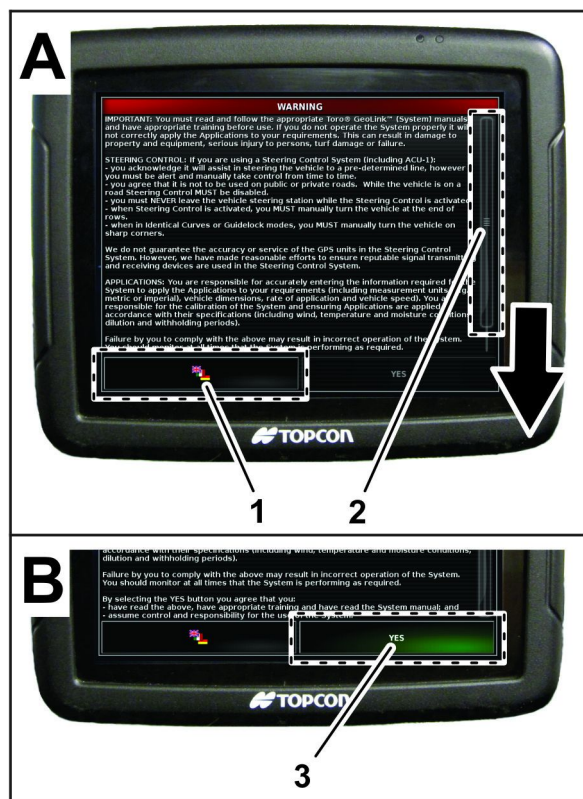

图 15
1. 如果需要按语言图标将 X25 显示更改为另一种语言图 15。
3. 阅读“最终用户许可协议”图 15。
使用滚动条导览至屏幕底部。是图标将变成绿色图 15。
4. 按 是图标移至主屏幕图 15。